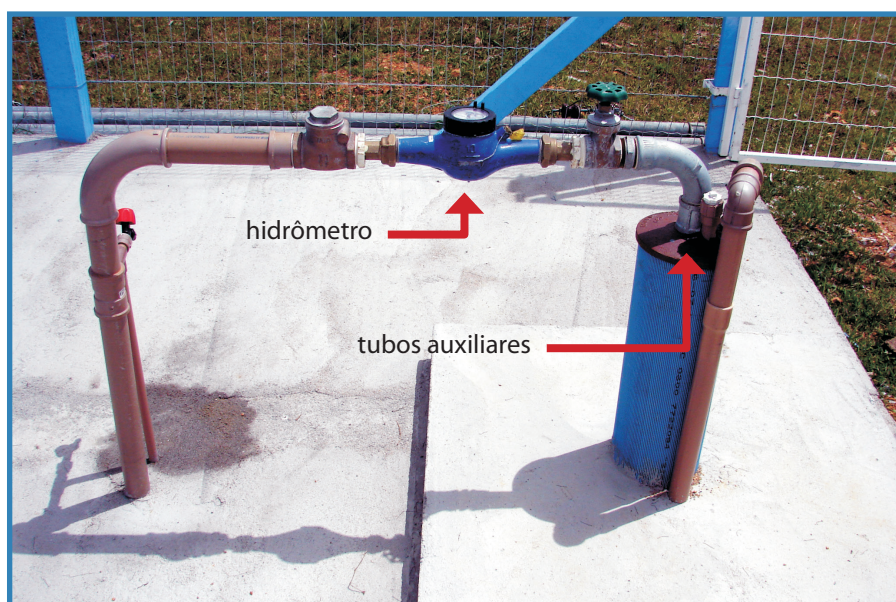

Figura 23. Hidrômetro e tubos auxiliares instalados em poço.
- **Tubos Auxiliares para a Medição de Níveis:** São tubos de PVC para água com diâmetros de $\frac{1}{2}$ ou $\frac{3}{4}$ " polegadas instalados desde a boca do poço até a profundidade em que a bomba submersa está instalada. Servem para auxiliar na medição dos níveis de água realizada com medidores de níveis (Figura 23).